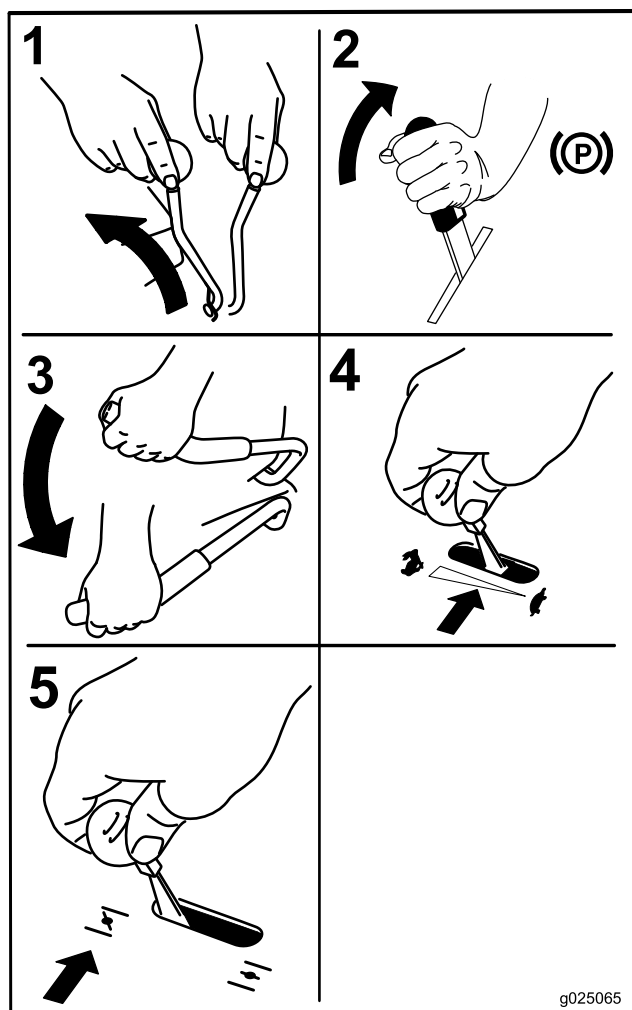

Figura 16
3. Mueva la palanca de la TDF a la posición de Desengranado (Figura 16).